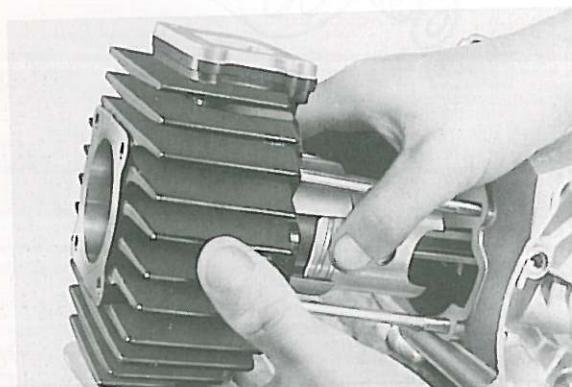

Fig. 3-4-18
- Install cylinder with one hand while compressing piston rings with other hand. (Fig. 3-4-18)
- Poser le cylindre en le tenant avec une main, tout en comprimant les segments de l'autre main. (Fig. 3-4-18)
- Zylinder mit einer Hand aufsetzen, dabei gleichzeitig mit der anderen Hand die Kolbenringe zusammendrücken. (Fig. 3-4-18)